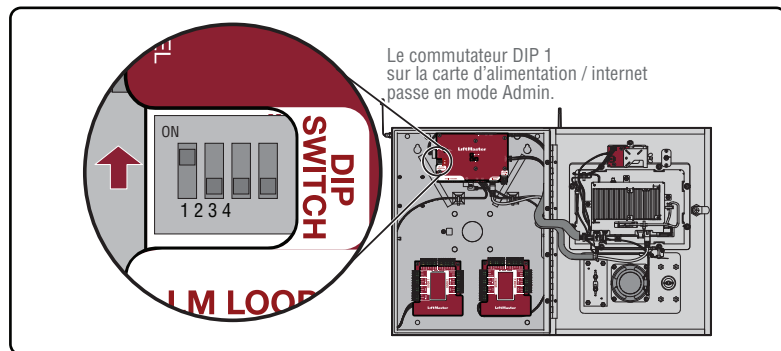

Figure 3. Mode Admin.
- Mettre le CAPXL en mode d'administration en utilisant le commutateur DIP no 1. Sélectionner l'onglet « Audio / Vidéo » et confirmer que la transmission vidéo apparaît et que l'angle et l'orientation sont corrects. (Figure 3)